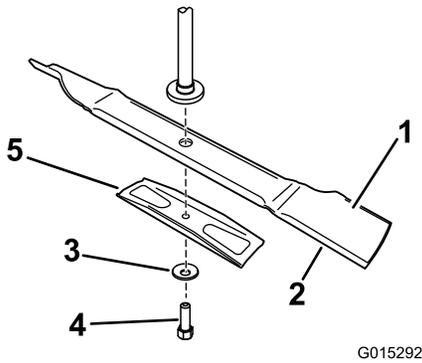

Bild 46
Wellenscheibe, Messerverstärkung und das Messer von der Spindelwelle (Bild 46).
- Montieren Sie die Messerverstärkung, die Wellenscheibe (Schalenseite zum Messer) und die Messerschraube (nach rechts drehen) (Bild 46).
- Setzen Sie das Messer auf die Spindelwelle (Bild 46).